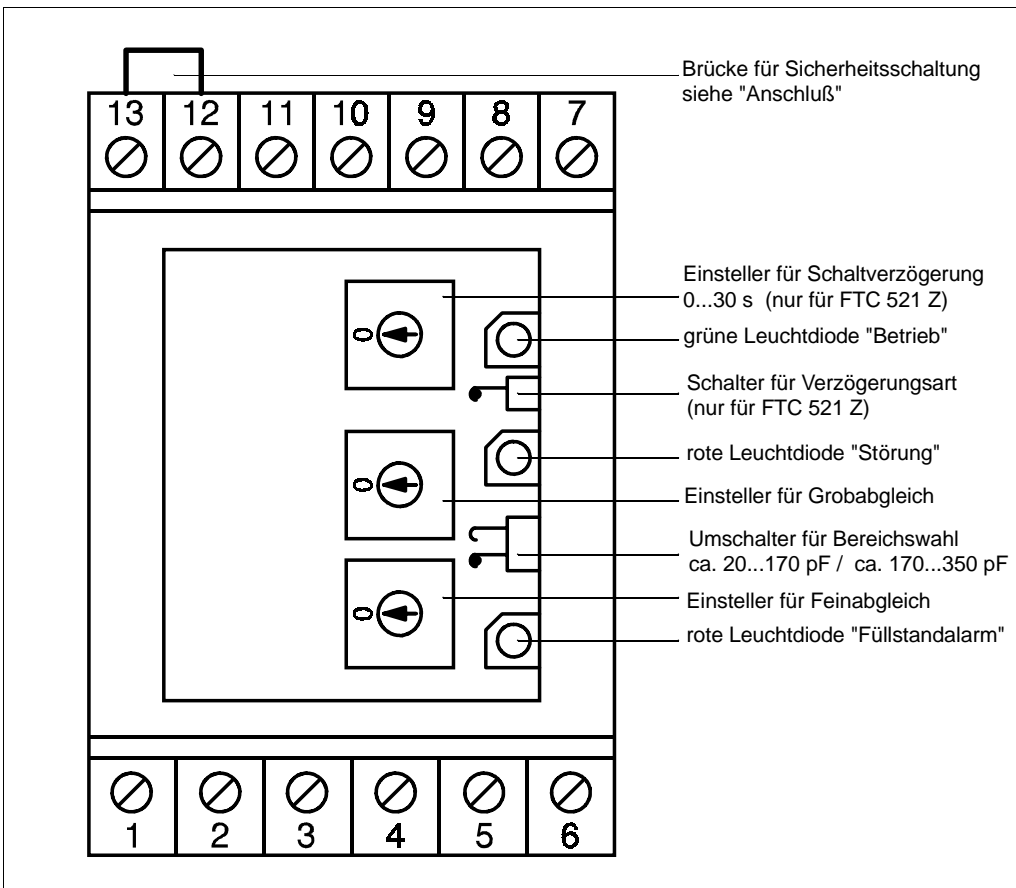

Abb. 10
- Stellen Sie alle Schalter und Einsteller in Grundstellung; siehe Abb. 10.